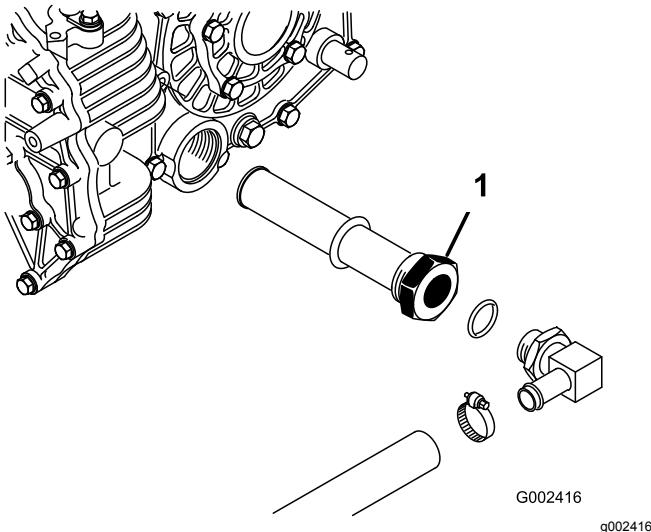

Рисунок 70
5. Отметьте ориентацию гидравлического шланга и прямоугольного штуцера, подсоединеного к сетчатому фильтру на боковой стороне резервуара (Рисунок 70).